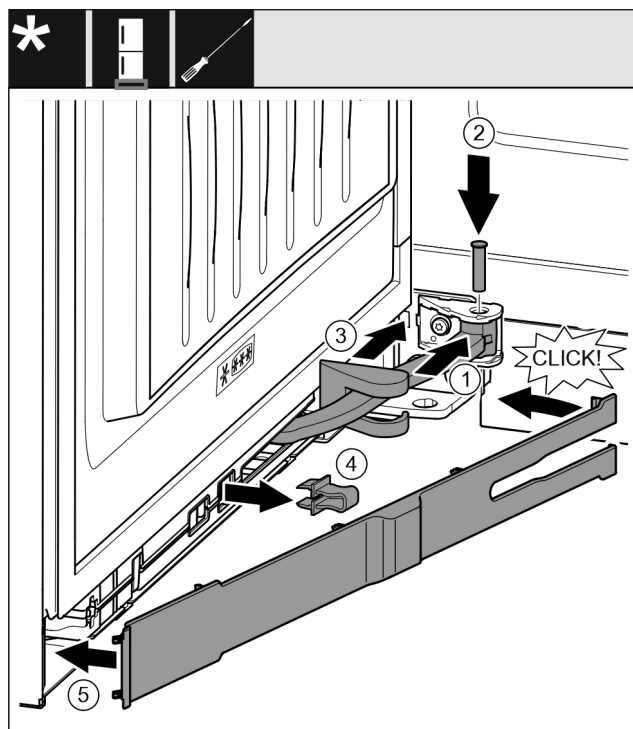

Fig. 58
- ▶ Ruotare il giunto Fig. 58 (1) nella sospensione.
- ▶ Con un cacciavite Fig. 58 (2) inserire i perni nella sospensione e nel giunto. Assicurarsi che la camma di arresto sia posizionata correttamente nella scanalatura.
- ▶ Spostare la copertura del blocco di supporto Fig. 58 (3) lungo il giunto e montarla sulla sospensione.
- ▶ Rimuovere il fusibile Fig. 58 (4).
- ▶ Applicare la maschera Fig. 58 (5) dal lato della maniglia e ruotarla verso l'interno.